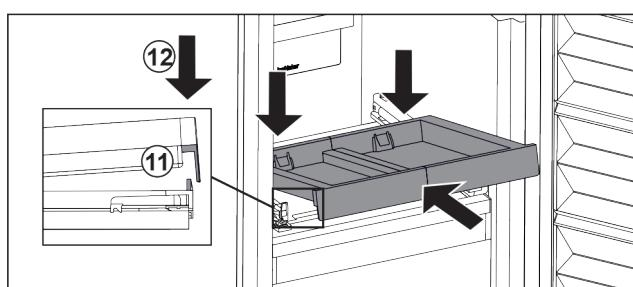

Fig. 45
- Вставити навколо. Звертайте увагу, щоб з обох боків упор був за накладкою. Fig. 45 (11)
- Витяжну панель опустити спереду. Fig. 45 (12)